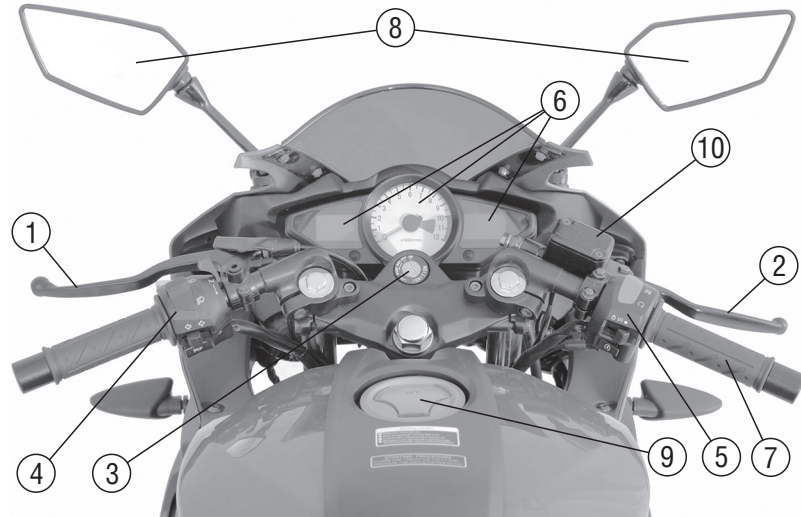

Рис. 4. Вид на руль
**Рычаг сцепления** (рис. 4, поз 1). Нажатием на рычаг разобщается муфта сцепления, в результате чего крутящий момент от двигателя не передается трансмиссии
**Рычаг тормоза переднего колеса** (рис. 4, поз 2). Нажатием на рычаг приводится в действие тормоз переднего колеса, при этом загорается лампа стоп-сигнала.
**Рукоятка управления дросселем** (рис. 4, поз 7). Рукоятка управления дросселем используется для регулирования скорости. Для увеличения скорости рукоятку поворачивают на себя; для уменьшения скорости поворачивают от себя или отпускают (при этом дроссель переместится под действием пружины в положение, соответствующее работе на холостом ходу).
**Крышка бензобака** (рис. 4, поз. 9). Для открывания бензобака откройте защитную крышку замка, вставьте ключ зажигания в скважину замка и поверните его против часовой стрелки на четверть оборота. Не поворачивая, выньте крышку из заливной горловины бензобака вместе с ключом (ключ не извлекается из замка крышки!). После заправки установите крышку на место, плотно прижмите ее к горловине бензобака, поверните ключ на четверть оборота по часовой стрелке, выньте ключ и закройте замок защитной крышкой.